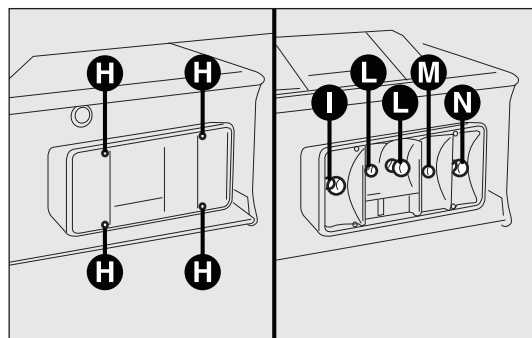

fig. 191
- ☐ dévisser les vis C-fig. 191 au moyen du tournevis fourni et extraire la douille;